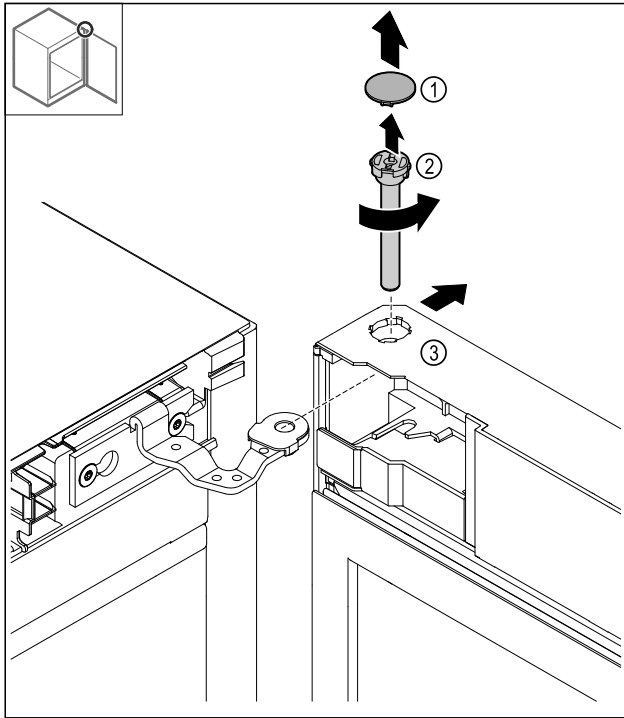

Fig. 18
- ▶ Desmontar la cubierta Fig. 18 (1).
- ▶ Aflojar el perno Fig. 18 (2) en sentido antihorario y extraerlo.
- ▶ Inclinarse la puerta Fig. 18 (3) ligeramente.